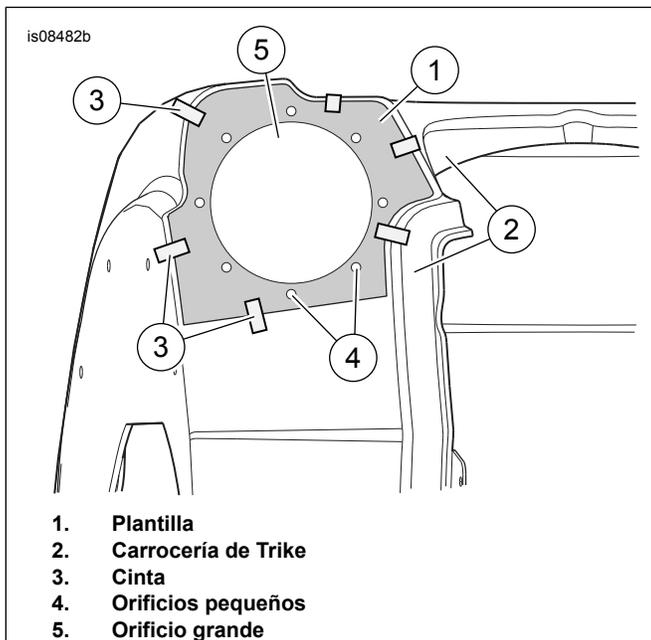

Figura 1. Ubicación de la plantilla
1. Vea Figura 1 . Alinee la plantilla (1) con un lado de la carrocería de trike (2). Los bordes de la plantilla se alinean con los bordes tangenciales de los círculos de la carrocería. Asegure la plantilla con cinta (3). Marque con un punzón el centro de las ubicaciones de los ocho orificios pequeños (4). Marque el orificio grande (5) con un marcador contrastante o lápiz de cera.